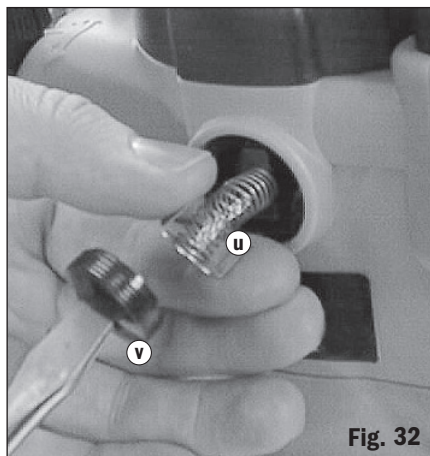

Fig. 32
2. Quite las escobillas tirando cuidadosamente de los resortes sobresalientes (**Fig. 32**).